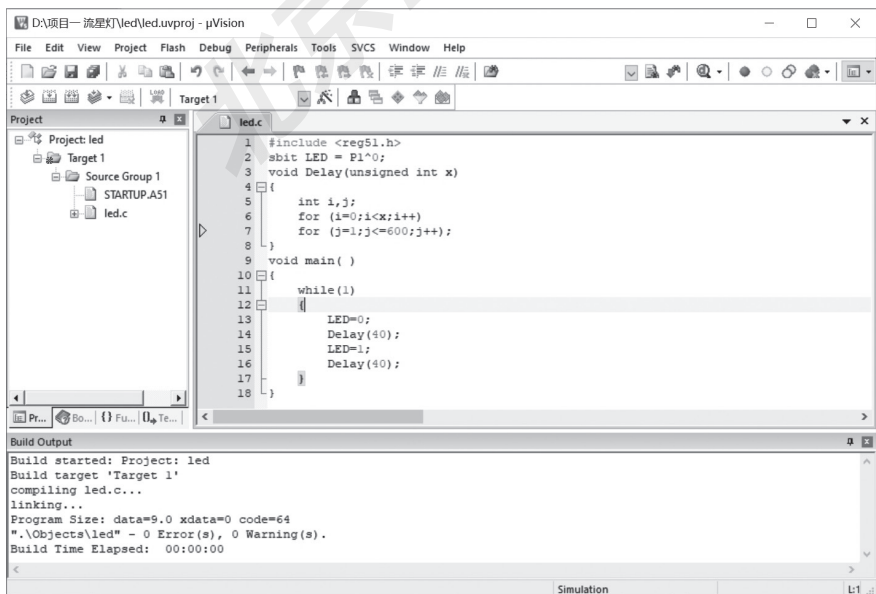

图 1-1-23 编译与链接
(8) 第八步：进行编译与链接。单击左上方的“”按钮即可进行编译与链接，而其过程将记录在下方的输出窗口，“0 Error(s), 0 Warning(s)”表示“没有错误，没有警告”，否则就要对程序进行修改直至将错误全部改正为止。如图 1-1-23 所示。